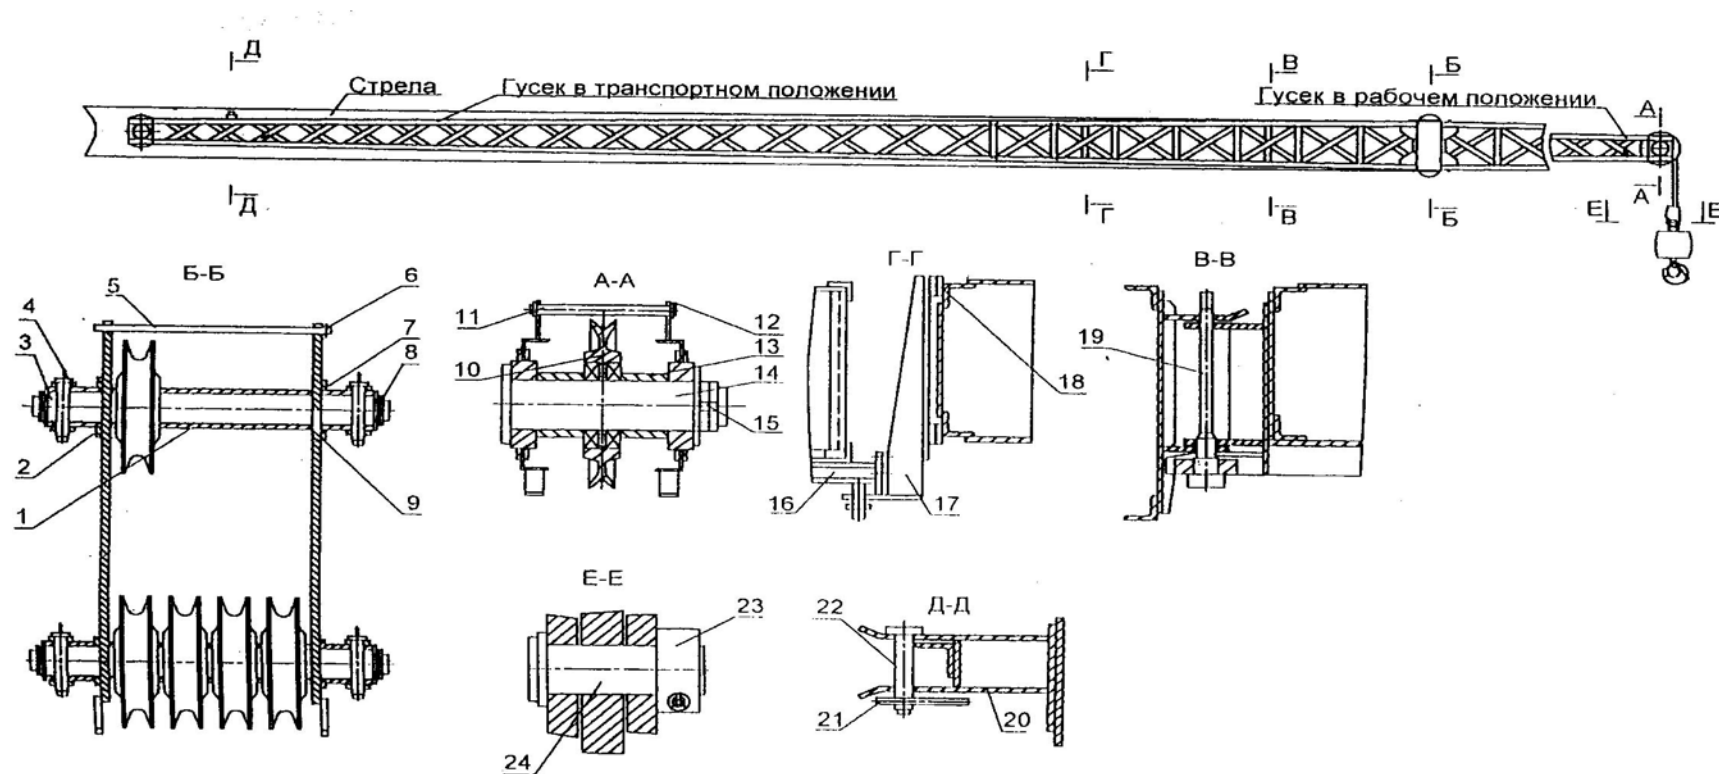

Рис. 3. Гусек
- освободить оголовок гуська от крепления на основании стрелы, вынув ось 22 (см. Приложение, рис. 3, стр. 96), повернуть его на оси 19 до совпадения отверстий в кронштейнах гуська с отверстиями в осях 3 и втулки оголовка стрелы;